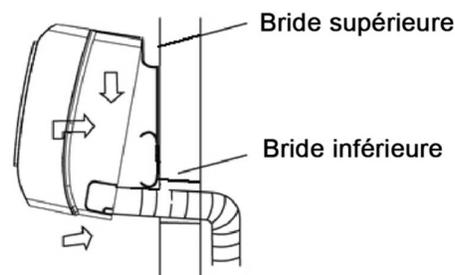

Fig. 15
- D. Accrochez l'unité sur les brides supérieures du support mural. Assurez-vous que l'unité est correctement stabilisée. (Fig. 15)